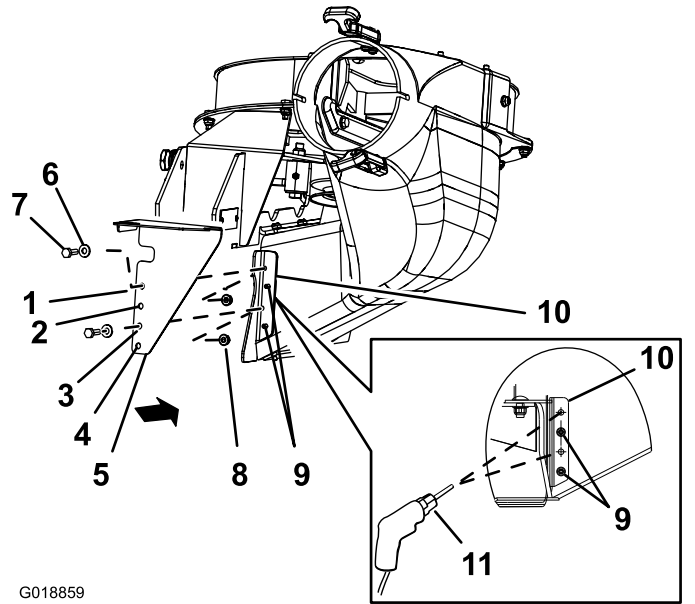

Figura 11
- Alinhe a proteção CE inferior com o suporte da calha do soprador como se mostra na Figura 11.
- Alinhe o furo 2 e o furo 4 da proteção CE inferior com as caudas dos rebites que saem através do suporte da calha do soprador (Figura 11).
- Marque o rebordo do furo 1 e furo 3 da proteção CE inferior no suporte da calha do soprador e remova a proteção CE (Figura 11).
- Faça furos de 7 mm no suporte da calha do soprador nas duas marcas centrais feitas com o punção (Figura 11).
1. Alinhe a proteção CE inferior com o suporte da calha do soprador (**Figura 11**).
2. Alinhe o furo 2 e o furo 4 da proteção CE inferior com as caudas dos rebites que saem através do suporte da calha do soprador (**Figura 11**).
3. Prenda a proteção CE inferior ao soprador com dois parafusos de cabeça sextavada ($\frac{1}{4} \times \frac{3}{4}$ pol.), duas anilhas e duas porcas de bloqueio ($\frac{1}{4}$ pol.) através do furo 1 e furo 4 da proteção CE (**Figura 11**).